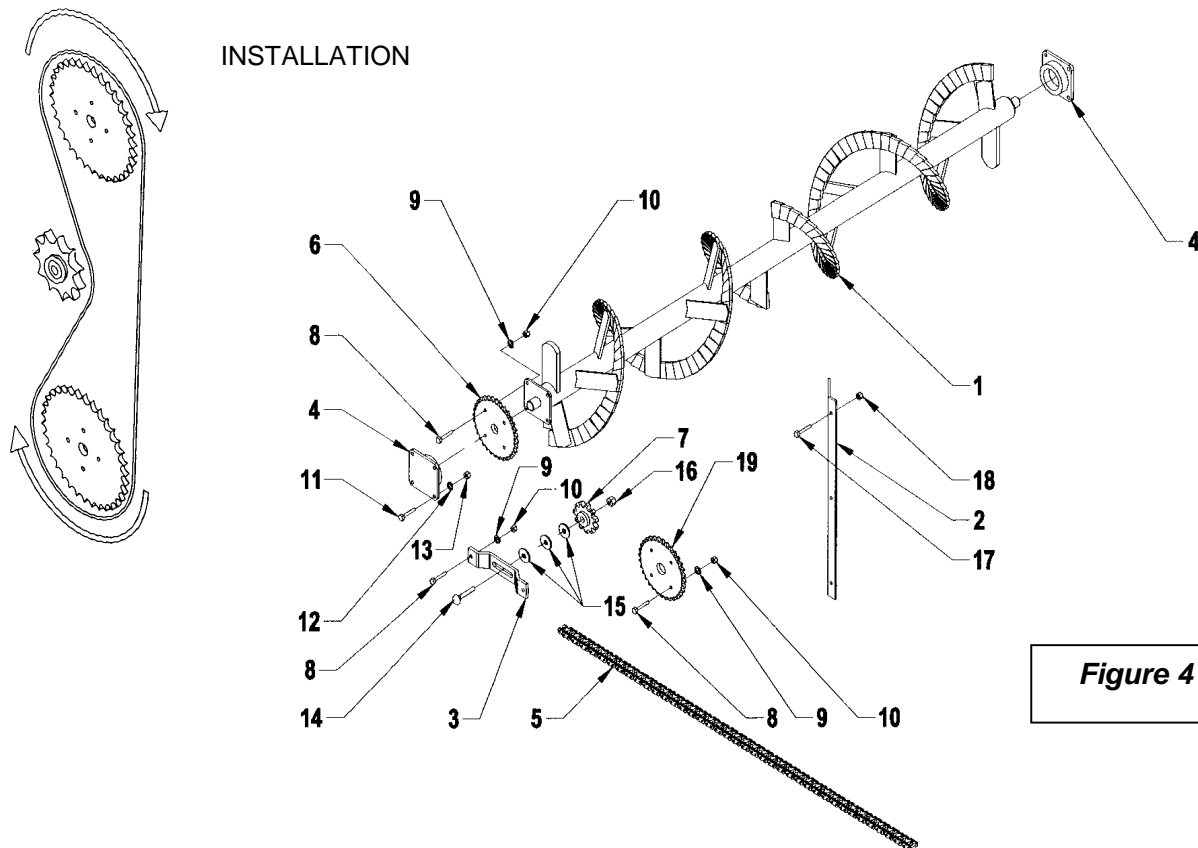

Figure 4
(Figure 4)
2. Insérer les nouveaux pignons (items 6 et 19) sur les deux vis.
4. Installer le pignon tendeur (item 7) sur le support (item 3) tel qu'illustré. Assembler le support à l'intérieur de la souffleuse dans les trous pré-perçés.
5. Installer la chaîne (item 5) tel qu'illustrée à la figure 4. Aligner les pignons des vis avec le pignon tendeur et resserrer les vis des roulements pour stabiliser les vis en place.
6. Installer le nouveau garde-chaîne (item 2) fourni avec la vis du haut optionnelle. Réinstaller la chaîne de la vis du bas ainsi que le garde-chaîne avant.